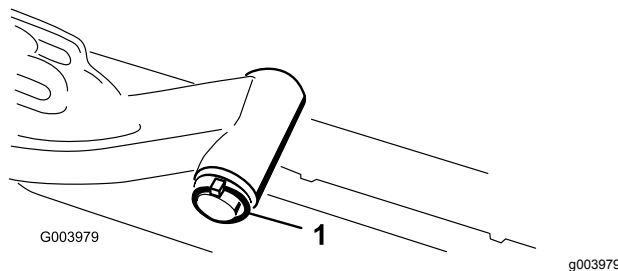

Figura 12
- A. Togliete l'acciarino e la rondella che fissano l'albero di articolazione al braccio di sollevamento ed estraete l'albero dal braccio di sollevamento (Figura 12).
- C. Inserite l'albero del braccio di sollevamento nel braccio di sollevamento, e fissatelo con la rondella e l'acciarino (Figura 12).